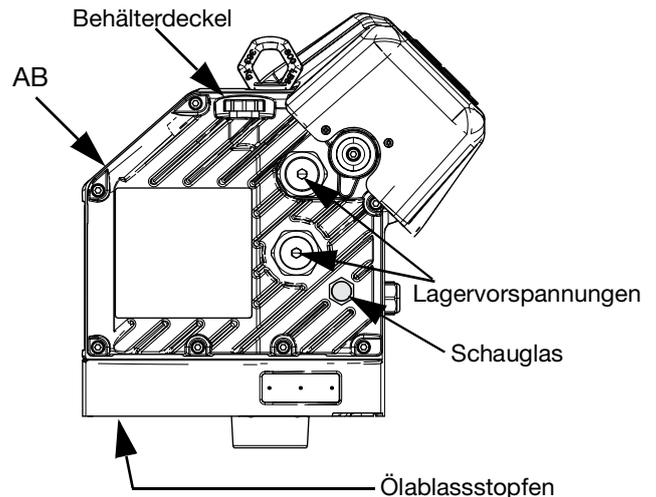

ABB. 39: : Schauglas und Ölfülldeckel
3. Den Ölablassstopfen entfernen. Die Lage des Ablassstopfens finden Sie in ABB. 39. Das Öl vollständig aus dem Antrieb (AB) ablassen.
Siehe ABB. 39 unten. Den Ölstand im Schauglas regelmäßig kontrollieren. Wenn sich der Antrieb (AB) im Stillstand befindet, sollte sich der Pegel etwa auf halber Höhe des Schauglases befinden. Falls der Ölstand zu niedrig ist, den Fülldeckel öffnen und silikonfreies Synthetikgetriebeöl der Marke Graco, Teile-Nr. 16W645 ISO 220 einfüllen.